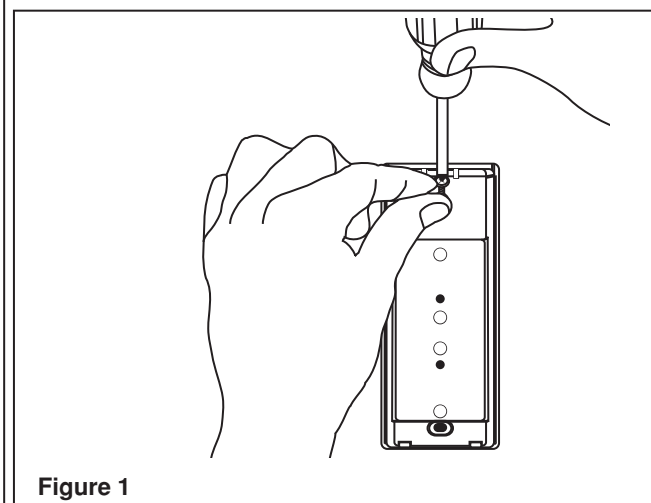

Figure 1
- Insérer la première vis sans trop la serrer, et mettre la plaque de niveau (**figure 1**).